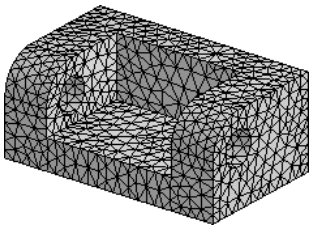

图 5.2.12 对网格参数进行初步修改后的结果
(1) 对网格参数进行初步修改。在“Details of ‘Mesh’”对话框中的 **Relevance** 文本框中输入数值 100，在 **Sizing** 区域的 **Relevance Center** 下拉列表中选择 **Fine** 选项，在 **Element Size** 文本框中输入数值 10.0mm；单击 **Update** 按钮，此时网格结果如图 5.2.12 所示。